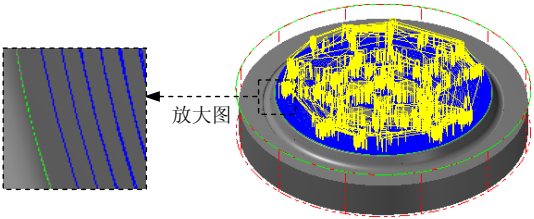

图 15.21 刀具路径
(1) 在“曲面残料粗加工”对话框中单击 **残料加工参数** 选项卡，在 **Z 轴最大进给量** 文本框中输入 0.5。
(2) 在 **两区段间的路径过渡方式** 区域选中 **高速回圆** 单选项，然后在 **斜插长度** 文本框中输入 3.0。
(3) 选中 **✓ 切削顺序最佳化** 复选框和 **✓ 进/退刀/切弧/切线** 复选框，然后在 **圆弧半径** 文本框中输入数值 3.0。
Step10. 单击“曲面残料粗加工”对话框中的 **✓** 按钮，同时在图形区生成图 15.21 所示的刀具路径。